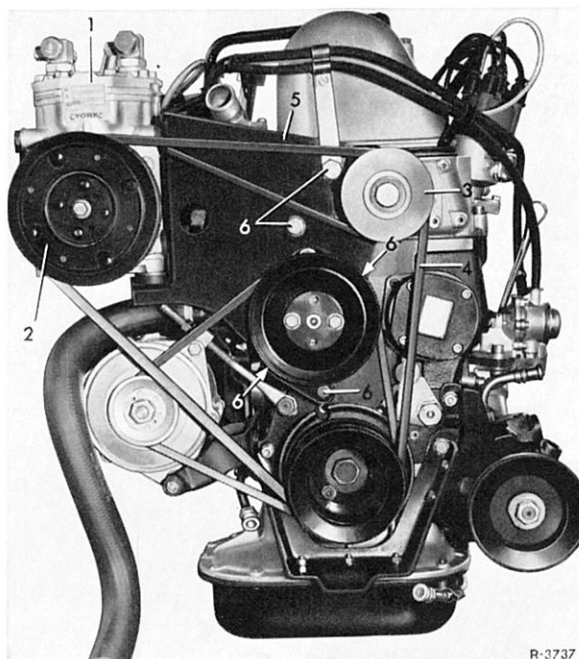

Bild 83-12/1
- 1 Spannung des Keilriemens (4) für den Kompressorantrieb prüfen (Bild 83-12/1 und 3). Riemenschlupf äußert sich durch Kreischen des Riemen. Nachspannen durch Drehen der Umlenkriemenscheibe (3).
- 2 Befestigungsschrauben bzw. -mutter (6) der Kompressor-Halterung (nur alle 20 000 km) nachziehen (Bild 83-12/1 bis 4).